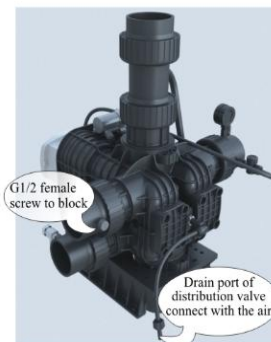

Рисунок 8.
- Дренажный трубопровод не должен быть слишком длинным, а слив не должен быть выше клапана. Для умягчителя, дренажный трубопровод не должен быть более 5 метров, для фильтра он не должен быть более 2 метров. Если сливная труба длиннее или короче чем необходимо, или слив располагается выше, чем сам клапан, разберите разъем между распределительным клапаном и сливом и откройте доступ воздуха к сливу распределительного клапана. Накладной гайкой ("мама") G1/2 заблокируйте патрубок слива G1/2 ("папа"). См. рис. 8.